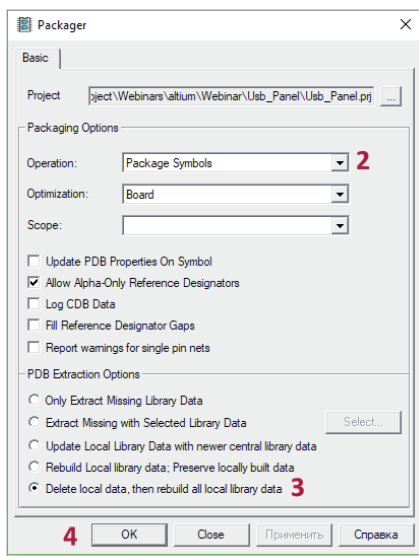

Рис. 21
4. Нажимаем *OK* и смотрим результат (рис. 21).